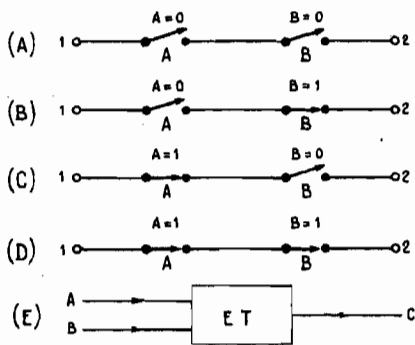

FIG. 3
Les quatre possibilités de combinaison des positions **contact** et **coupé**, de A et B sont indiquées sur la figure 3.
- Figure 3 A : $A = 0, B = 0$
- Figure 3 B : $A = 0, B = 1$
- Figure 3 C : $A = 1, B = 0$
- Figure 3 D : $A = 1, B = 1$
Soit le montage de deux interrupteurs (par exemple mécaniques) A et B montés en série dans le circuit situé entre les points 1 et 2 (voir Fig. 3 A).
Le dispositif ET à deux interrupteurs est symbolisé comme le montre la figure 3 (E) par un rectangle ET, avec entrées A et B et sortie C.